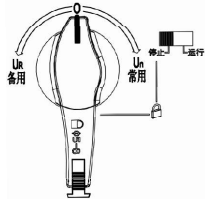

图2：双分状态
- 第二步：通过手柄下端的拉环，将拉环拉出，此时手柄上即出现挂锁的圆孔（如图2）